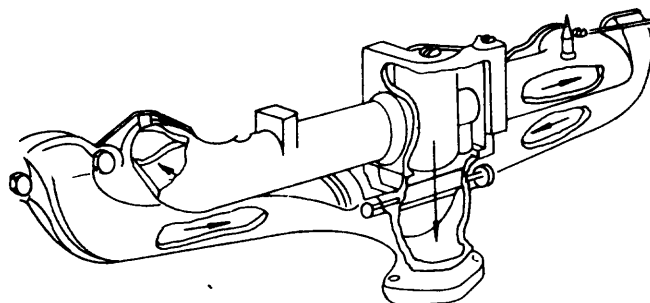

Fig. 1
- Para motores de aspiración natural (fig. 1).